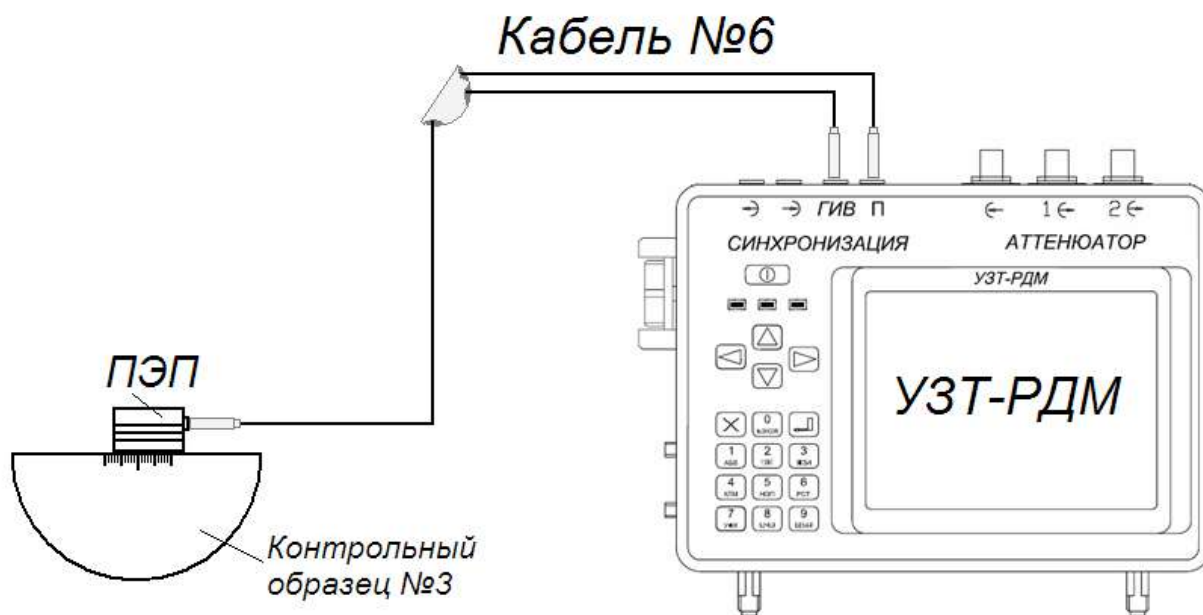

Рисунок 4.7 – Схема подключения
4.5.4.5.2 Собрать стенд (Рисунок 4.7) для контроля наклонных ПЭП. Подключить кабель №6 к разъёмам «ГИВ» и «П» тестера при измерении параметров совмещенных ПЭП.